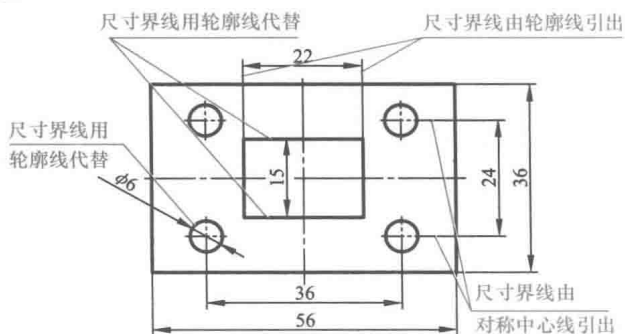

图 1-9 尺寸界线的绘制
(1) 尺寸界线 尺寸界线用细实线绘制, 并由图形的轮廓线、对称中心线、轴线等处引出, 尺寸界线一般与尺寸线垂直, 如图 1-9 所示。也可利用轮廓线、对称中心线、轴线作为尺寸界线。
1) 线性尺寸的数字一般写在尺寸线的上方, 如图 1-9 所示。